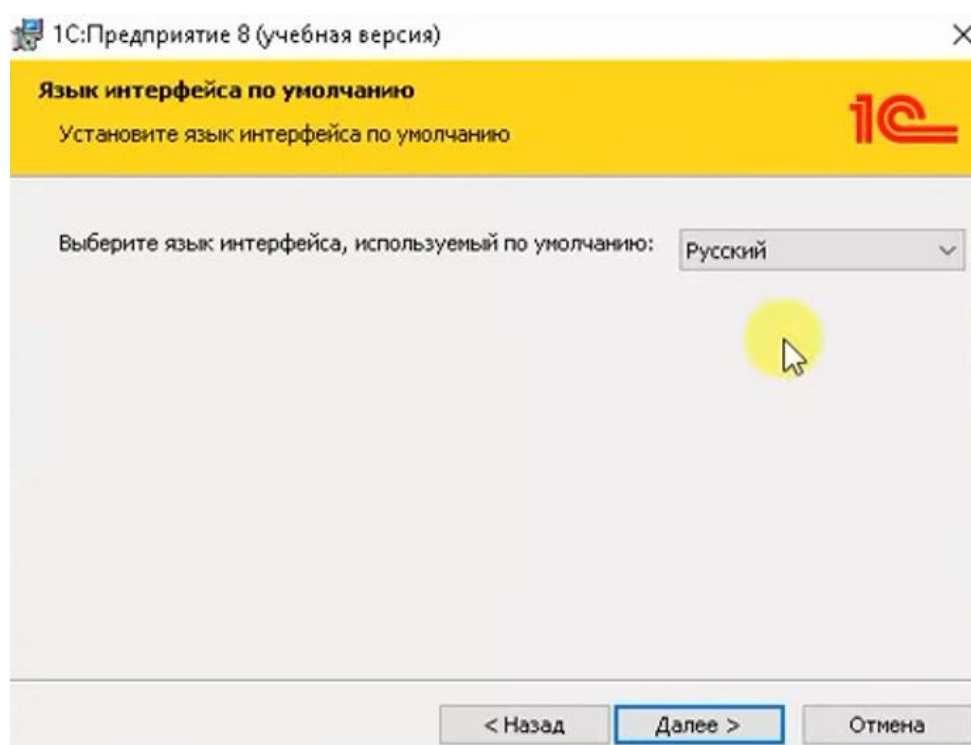

Рисунок 3 – Выбор языка интерфейса
6. Нажмите «Далее» (смотреть рисунок 3).